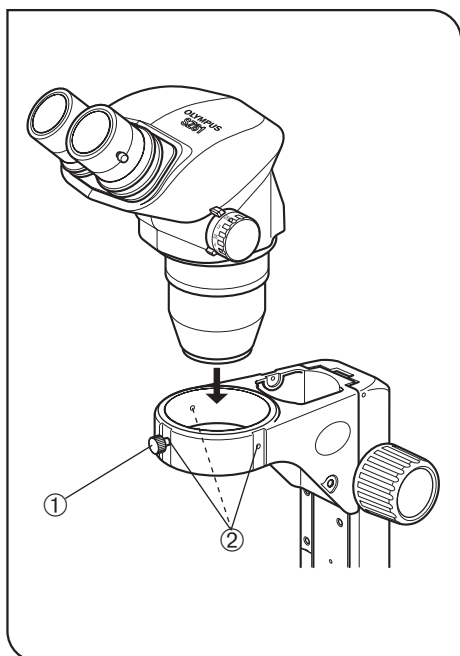

Fig. 13
1 Instalar o corpo do microscópio (fig. 13)
- Se a observação for sempre feita do lado dos botões de ajuste de focagem, o corpo do microscópio pode ser instalado no sentido oposto ao mostrado na fig. 13 (na posição de rotação a 180 °).